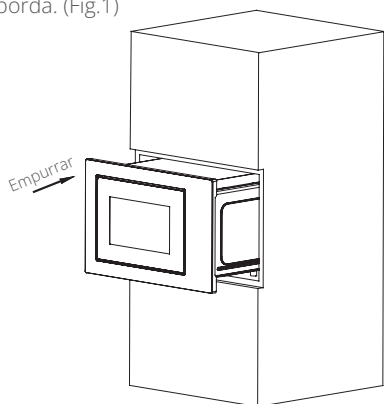

Fig.1
a) Coloque o micro-ondas no armário de encastrar e empurre-o para a frente até à borda. (Fig.1)